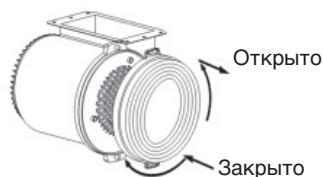

Рис. 9
• УСТАНОВКА УГОЛЬНОГО ФИЛЬТРА, СМ. РИС.9;